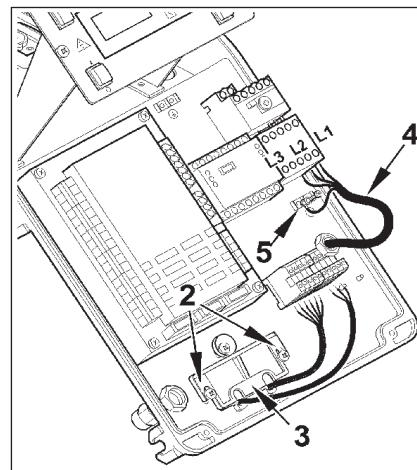

Рисунок 2
- Отвинтите винты (2) и, после снятия плиты для крепления кабелей (3), проденьте через отверстие провод пит器ия вспомогательных контуров и кабель линии термостатов (рис. 2). Подсоедините токоподводящие провода (4) к дистанционному выключателю, закрепите заземляющий провод (5) и затяните соответствующий кабельный зажим.